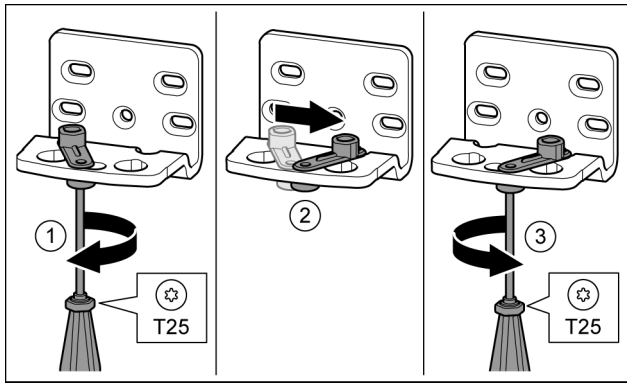

Fig. 16 \*
- ▶ 用 T25 螺丝刀拧松螺钉。 Fig. 16 (1)\*
- ▶ 将关门辅助装置提起并向右 90° 转入钻孔。 Fig. 16 (2)\*
- ▶ 用 T25 螺丝刀拧紧螺钉。 Fig. 16 (3)\*